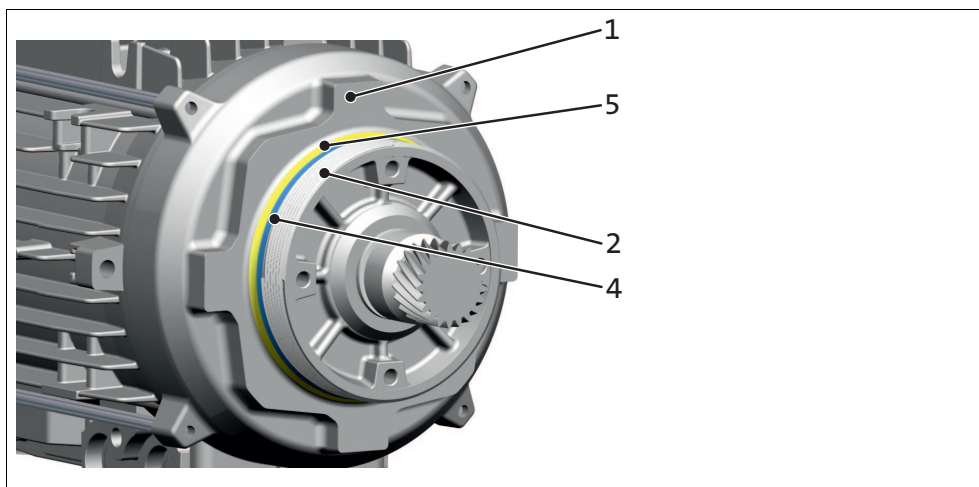
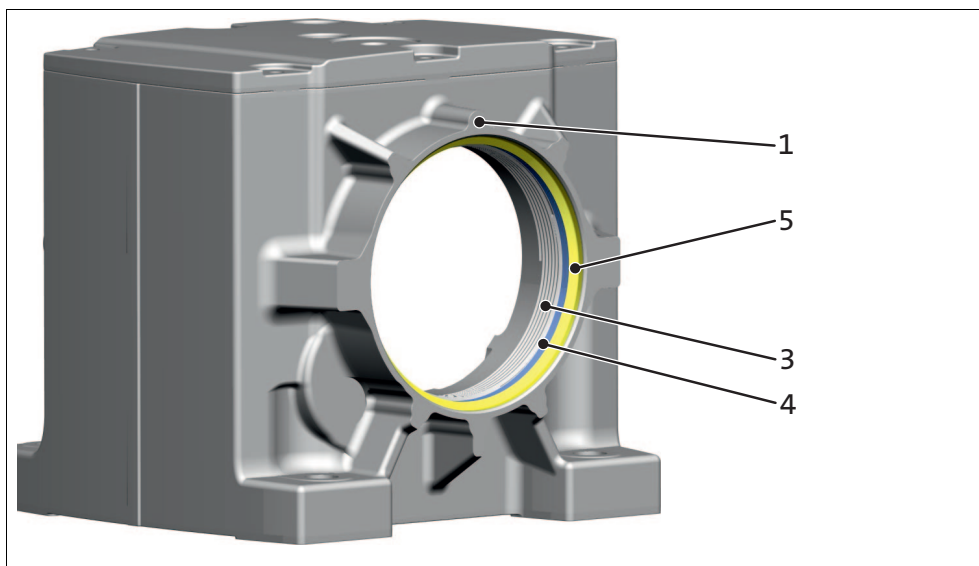

Abb. 7 Einzelteile am Motor
Abb. 8 Einzelteile am Getriebe
- Die Gewinde, die O-Ringe- und Zentrierungs-Bereiche und die Stirnflächen auf sichtbare Beschädigungen untersuchen, Abb. 7.
- B Gewinde, den Bereich von O-Ring und Zentrierung (Abb. 7 und Abb. 8) auf mögliche Fress-Spuren untersuchen.